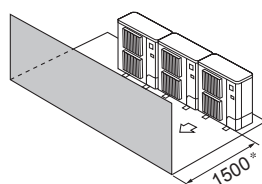

Fig. 2-11
- ③ Obstacles à l'avant (Fig. 2-11)